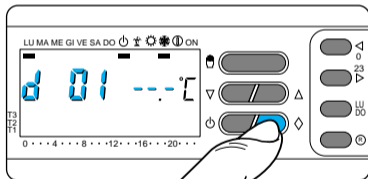

Fig. 72
13.7 - Pulse dos veces el botón  (fig. 72).